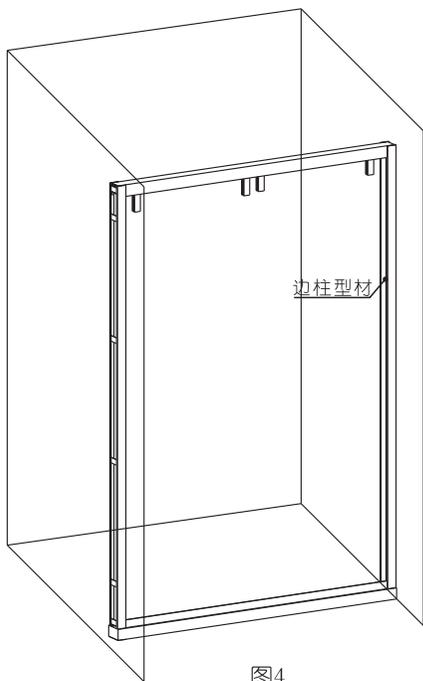
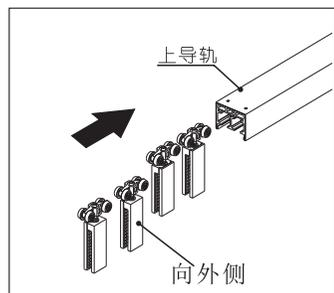

图4
图4-1
5. 先将吊轮分别装进“上导轨”中，每两个放一条轨道按图4-1所示，再将安装好吊轮的“上导轨”插入边柱型材（如图4，4-3所示）。（注意FL41P21只需要两个吊轮，将上导轨插入边柱型材之前先安装好固定平玻璃）